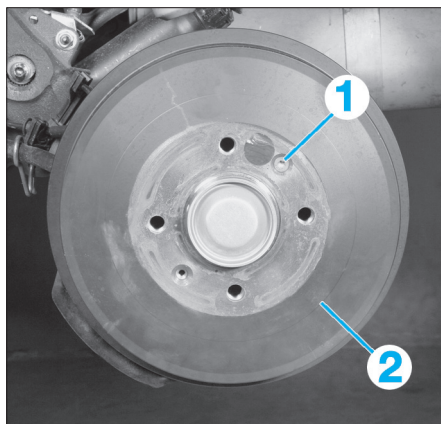

FIG. 8
- Déposer la vis de fixation (1) du tambour (Fig.8).
- Déposer le tambour (2).